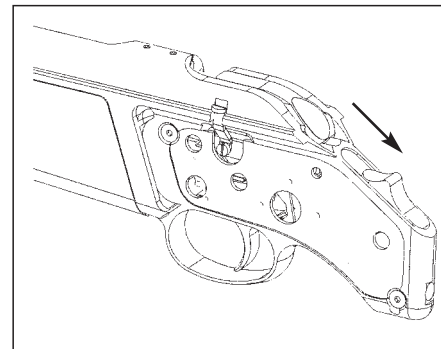

fig. 8
- Cf. fig. 8: tiré en arrière, il désarme la culasse et par la même élimine la fonction de «stecher» si enclenché au préalable
Si la sûreté est enclenchée, le bouton poussoir en position arrière (cf. fig. 8), la culasse ne s'ouvre pas. Si la culasse a déjà été ouverte, armée, et donc que le bouton poussoir se trouve tiré en arrière (cf. fig. 8), la culasse peut s'ouvrir après que le bouton poussoir ait été repoussé vers l'avant de quelques millimètres seulement.